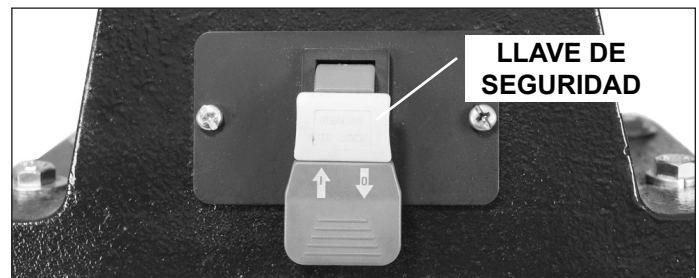

FIG. 14
1. Para arrancar la lijadora, el Interruptor de encendido/apagado debe estar en la posición de "OFF", con la llave de seguridad instalada en el interruptor. FIG. 14